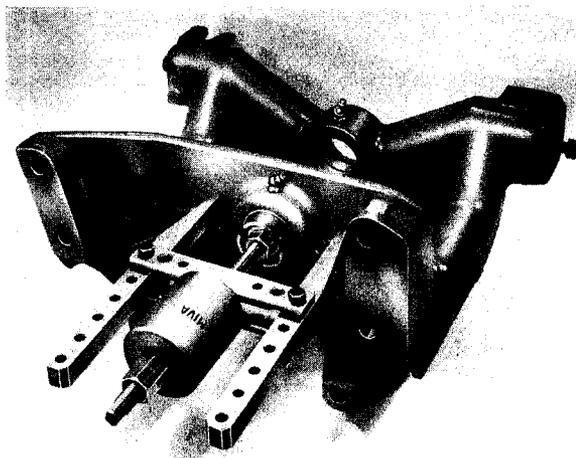

Fig. 2
- 2° Le support d'essieu étant déposé du tracteur, effectuer un montage comme indiqué sur la figure 2 avec le MIVA et un pont d'extraction. L'outil MIVA engagé dans la bague et le pont prenant appui sur le support d'essieu.